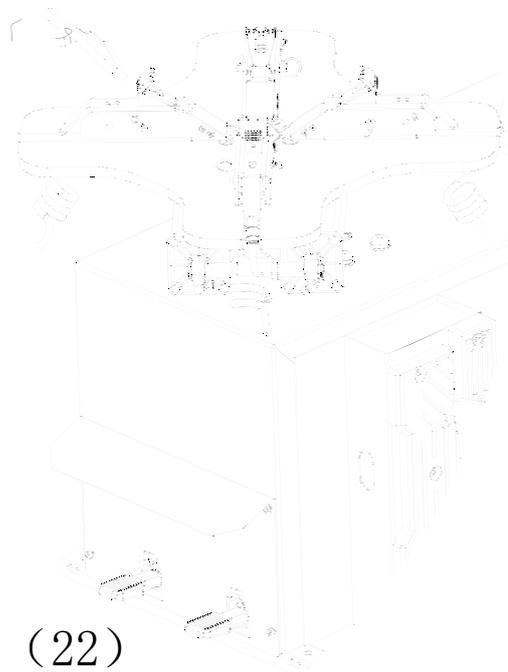

Рис. 13-2
- Очистите зажимные губки и направляющие поворотного стола дизельным маслом и смажьте их литевой смазкой (см. рис. 13-2).